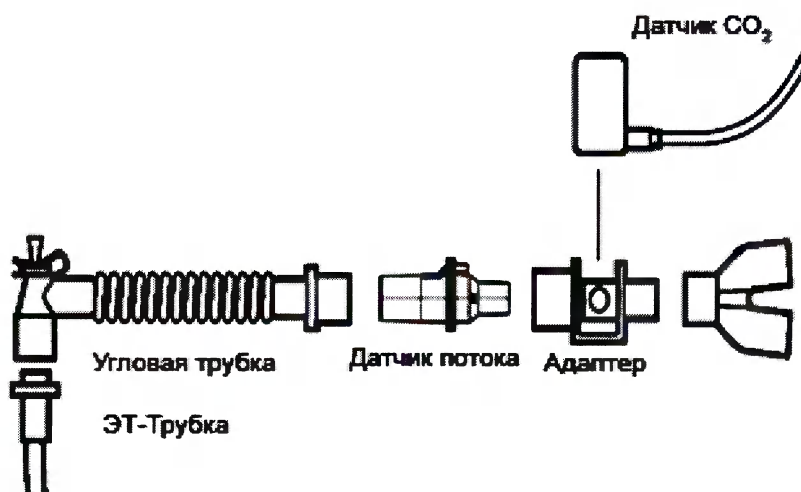

Рисунок 2-10. Подключение датчика CO₂/адаптера воздуховода к контуру пациента
3. Подключите датчик/адаптер воздуховода к дыхательному контуру пациента (рис. 2-10), следуя приведенным ниже инструкциям.